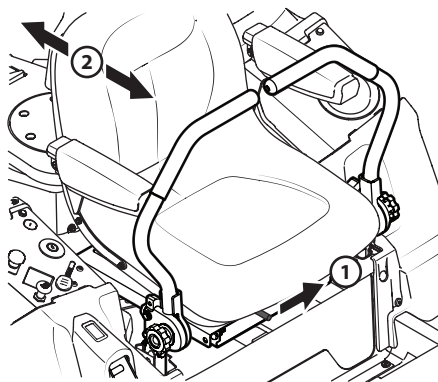

Figure 2-6
1. Pour régler la position du siège, poussez le levier de réglage du siège vers la gauche. Voir Figure 2-6.
2. Glissez le siège vers l'avant ou vers l'arrière à la position désirée, puis relâchez le levier de réglage. Assurez-vous que le siège est verrouillé en place avant d'utiliser l'appareil. Voir Figure 2-6.